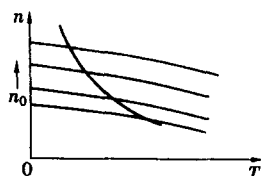

图 1-1-3 恒功率
(2) 在 $f > 50\text{Hz}$ 时, U_1/f 下降, 由于 U_1 不能高于电动机的额定电压, 这样 f 的增加, U_1 不变, 则 Φ_1 变小, 电磁转矩亦变小, 但 f 上升, 电动机转速 n 增加。若角速度 $\omega = 2\pi f$, 则电动机的功率 $P = T\omega$, 即 $T = P/\omega$ 。所以 ω 上升时, T 下降, 从而使功率 P 不变, 这种升频定压调速称为恒功率调速。恒功率调速的机械特性如图 1-1-3 所示。
(3) 在低频段, 即 $f < 20\text{Hz}$ 时, 定子绕组电阻引起的压降不可忽视, 表现为输出转矩减小。为此一般变频器都要在低频区进行电压补偿, 避免电动机输出转矩下降。